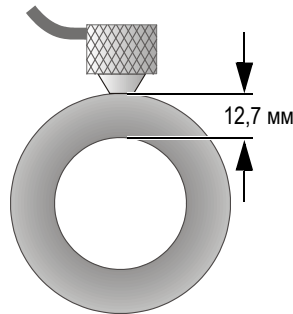

Рис. 5-11 Установка раздельно-совмещенного ПЭП на поверхности образца
2. Немного нажимая на преобразователь, установите его на тестируемый образец и постарайтесь зафиксировать на поверхности материала (см. Рис. 5-11 на стр. 69).